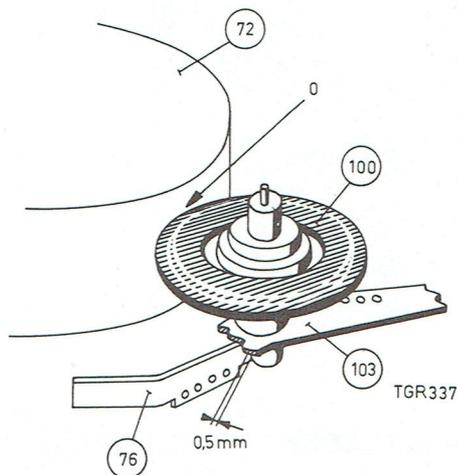

Fig. 12
D) Réglage de l'équerre de butée 76 (fig. 12).